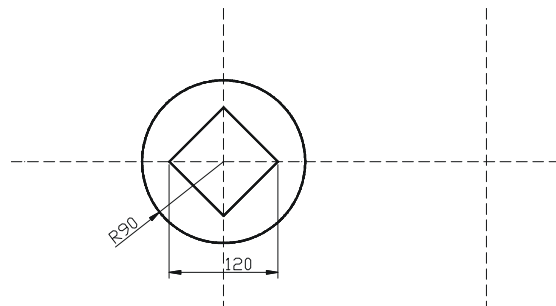

图 4-1-2
STEP 02 使用 CIRCLE、POLYGON 命令绘制一个圆及一个四边形，如图 4-1-2 所示。其具体操作如下：
指定圆的圆心或 [三点(3P)/两点(2P)/相切、相切、半径(T)]：捕捉 A 点，如图 4-1-2 所示
指定正多边形的中心点或 [边(E)]：捕捉 A 点，如图 4-1-2 所示